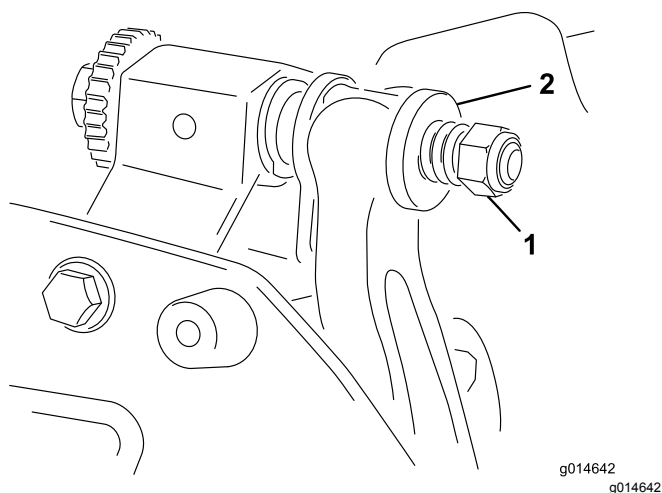

Figura 22
5. Serrate il dado di tensionamento della molla finché questa non è a riposo, quindi allentatelo di mezzo giro (**Figura 22**).